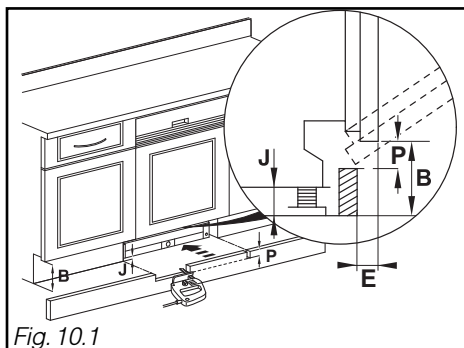

Fig. 10.1
De plint weer terug op zijn plaats brengen en hem eventueel bijsnijden volgens het maatcijfer **P** (zie tabel en Fig. 10.1).
- Meet de diepte van de plint **E** op (Fig. 10.1) tussen de plint van het meubel en de voorzijde van het meubel. U kunt de waarde **P** vinden in de tabel gegeven door **E** en **B - J**.